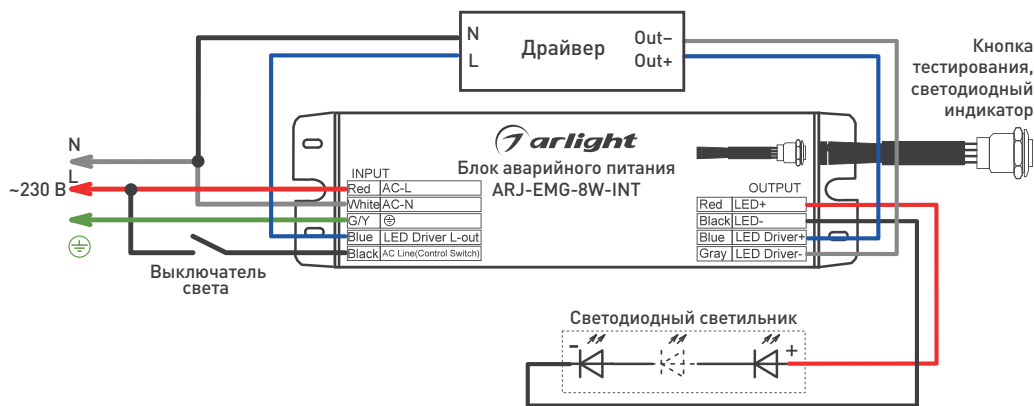

Рис. 1. Стандартная схема подключения
- 3.4. Подключите обесточенные провода электросети к источнику аварийного питания со стороны **INPUT**, соблюдая маркировку: **L** (фаза) — ко входу **AC L**, **N** (ноль) — ко входу **AC N**. Выключатель света должен быть подключен с одной стороны к **L** (фаза), а с другой — ко входу **AC Line (Control Switch)** (см. рис. 1).
- 3.5. Подключите сетевые выводы драйвера: **N** — к нейтрали сети, **L** — к сетевому проводу **LED Driver L out** блока аварийного питания, как показано на рис. 1.